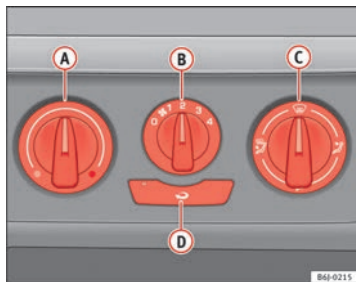

Fig. 91 Sur la planche de bord : éléments de commande du chauffage
- Tournez le régulateur de température ⇒ fig. 91 **A** vers la gauche.
- Tournez le régulateur de température ⇒ fig. 91 **A** vers la droite pour sélectionner la puissance de chauffage souhaitée.
- Tournez le régulateur de température ⇒ fig. 91 **A** vers la droite jusqu'à la puissance de chauffage maximum.
- Tournez le régulateur de température → fig. 91 **(A)** vers la zone de chauffage.